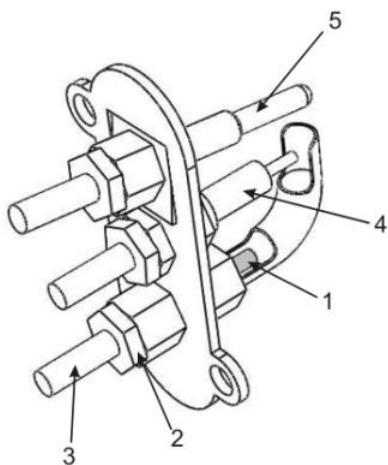

Рис.8. Устройство узла запальной горелки
- Приподнимите запальную горелку. Открутите ключом на 10 муфту подводящей медной трубы 2 (рис.8).
- Выньте из канала смесителя трубку 3 вместе с соплом 1 (рис.8). Замените сопло запальной горелки согласно табл. 4.